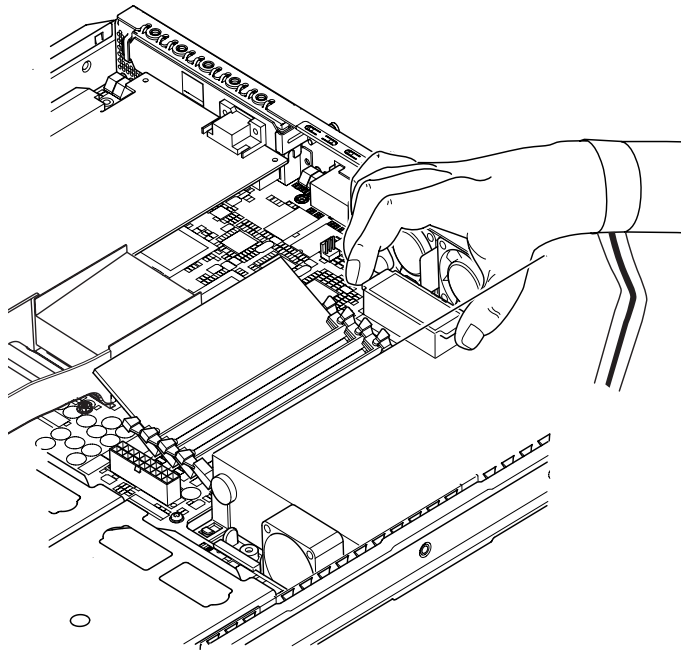

ABBILDUNG 11-5 NVRAM-Speicherchip austauschen
3. Fassen Sie den Träger des NVRAM-Speicherchips vorsichtig der Länge nach zwischen Daumen und Zeigefinger, und ziehen Sie ihn aus dem Steckplatz heraus (siehe ABBILDUNG 11-5).